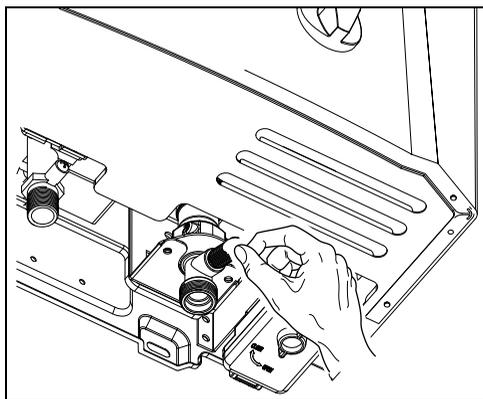

Fig. 10 Tornillo de purga
- ▶ Aflojar tornillo de purga del aparato (fig. 10).